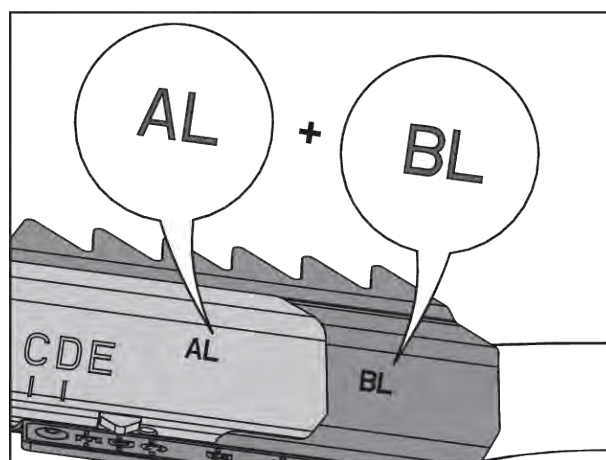

Fig. 77: Kombination av spridarvingar
- Se Fig. 77 Kombination av spridarvingar